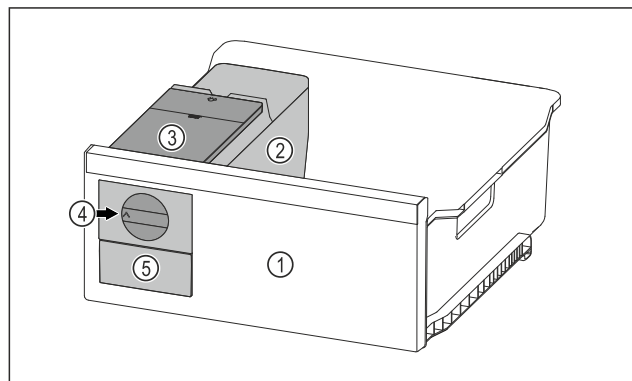

Fig. 127 Vejledende illustration
- Drej drejeknappen Fig. 127 (4) med uret indtil anslaget.
- Isterninger falder ud af isterningebakken og ned i isterningseskuffen Fig. 127 (5).